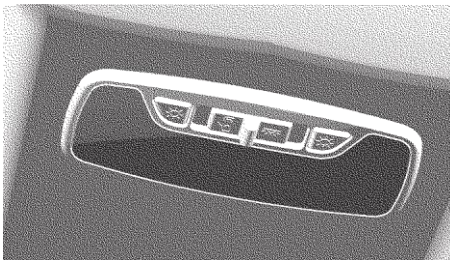

Fig. 9.43 Bloque de bombillas de navegación
**El bloque de bombillas de navegación y la bombilla de techo** (fig. 9.43) están instalados en el forro del techo de la cabina. Si se dañan, reemplácelos.